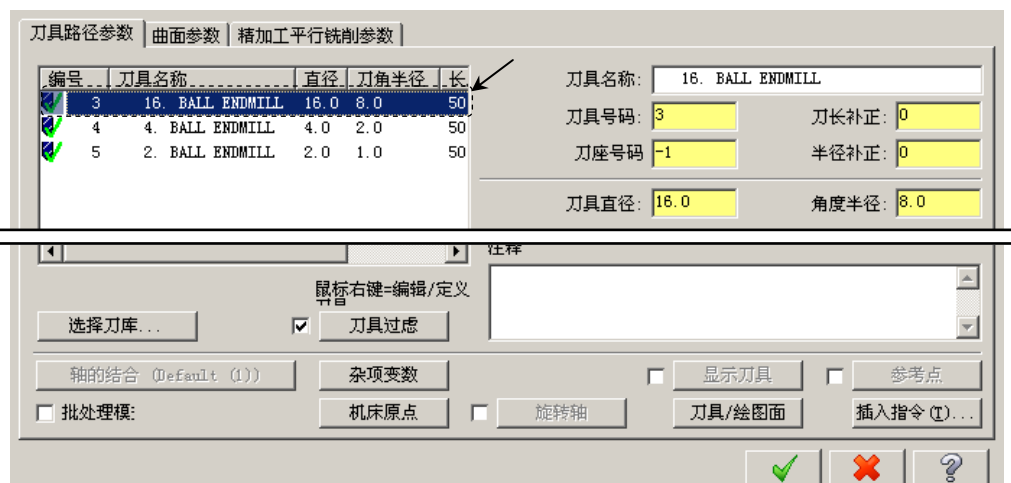

图 14.34 “刀具路径参数”选项卡
Step3. 选择刀具。在“曲面精加工平行铣削”对话框中，选择图 14.34 所示的刀具。